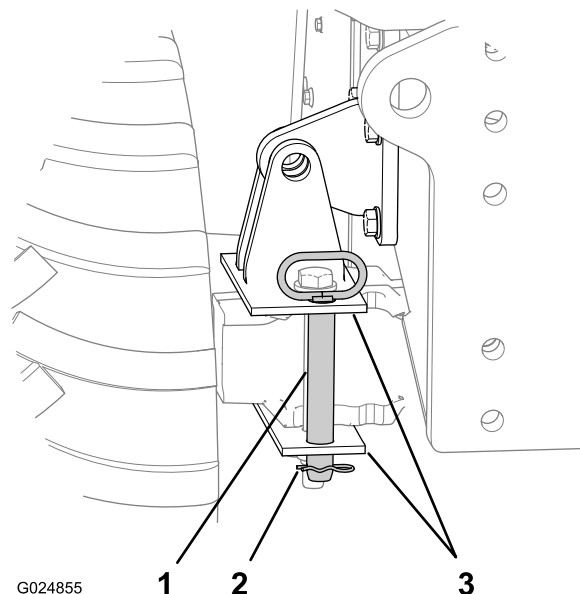

Figura 45
2. Rimuovete la coppiglia dal perno di blocco dell'inclinazione (Figura 45).
1. Inserite il perno di blocco dell'inclinazione attraverso i fori verticali nella staffa di blocco dell'assale (Figura 45).
2. Fissate il perno alla staffa di blocco con la coppiglia (Figura 45).